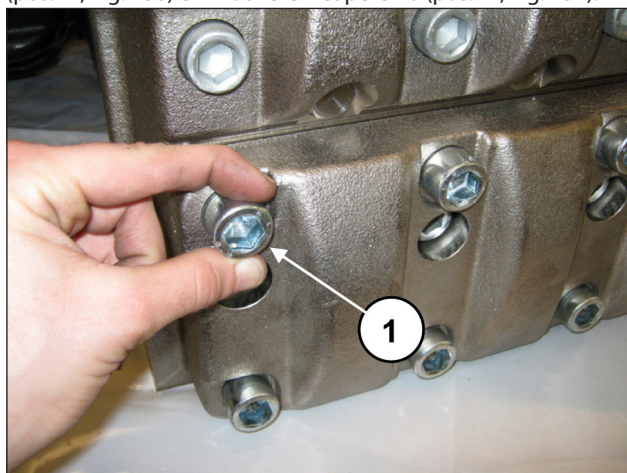
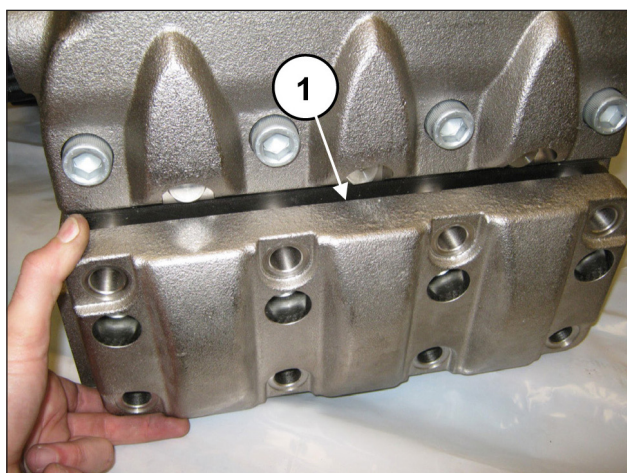

Fig. 136
Fig. 137
Svitare le 8 viti M16x45 del coperchio valvole aspirazione (pos. ①, Fig. 136) e rimuovere il coperchio (pos. ①, Fig. 137).